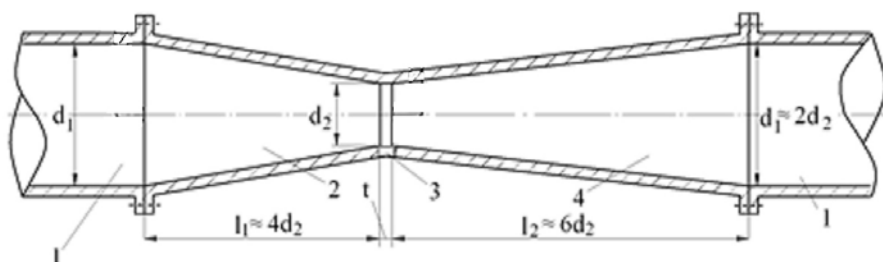

Рис. 1. Схема трубки Вентурі: 1 – трубопровід, 2 – конфузор, 3 – горловина, 4 – дифузор
**Вступ.** Трубка Вентурі – пристрій, призначений для вимірювання швидкості потоків газів або рідини, та який має входну частину, виконану у вигляді конуса (конфузор), середню циліндричну частину (горловину) і вихідну конусну частину (дифузор) (рис. 1).